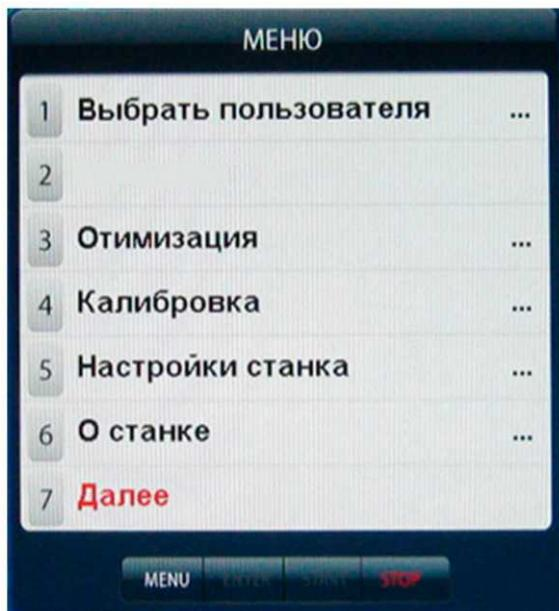
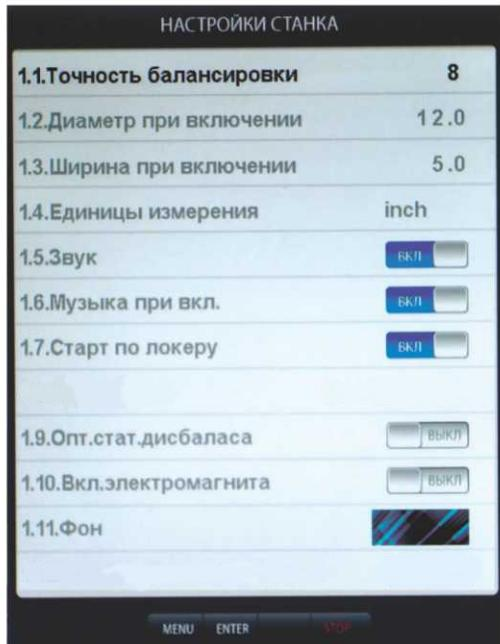

рис.15.1.
рис. 17.1
15.2. Для входа в программу Opt нажмите кнопку «MENU» после чего на экране монитора появится окно (рис. 15.1). Далее выбрать программу «Оптимизация», нажав
16.2.1. Нажмите кнопку «MENU». На экране появится окно MENU (рис.15.1), нажмите кнопку 7 «Далее» на экране появится окно второй страницы MENU (рис.16.1). Выберите «Дополн. настройки», нажав кнопку 2, на экране откроется окно «Настройки станка» (рис.16.2). Нажмите кнопку 1 «Имена операторов» на экране откроется окно «Выбрать пользователя» со списком операторов, (рис.16.3).
Программное обеспечение СБ содержит целый ряд параметров, позволяющих максимально приспособить СБ к потребностям потребителя. Для настройки параметров нажмите кнопку «MENU» на экране монитора появится окно MENU (рис.15.1). Нажмите кнопку 5 «Настройки станка» на мониторе появится окно настроек (рис.17.1).